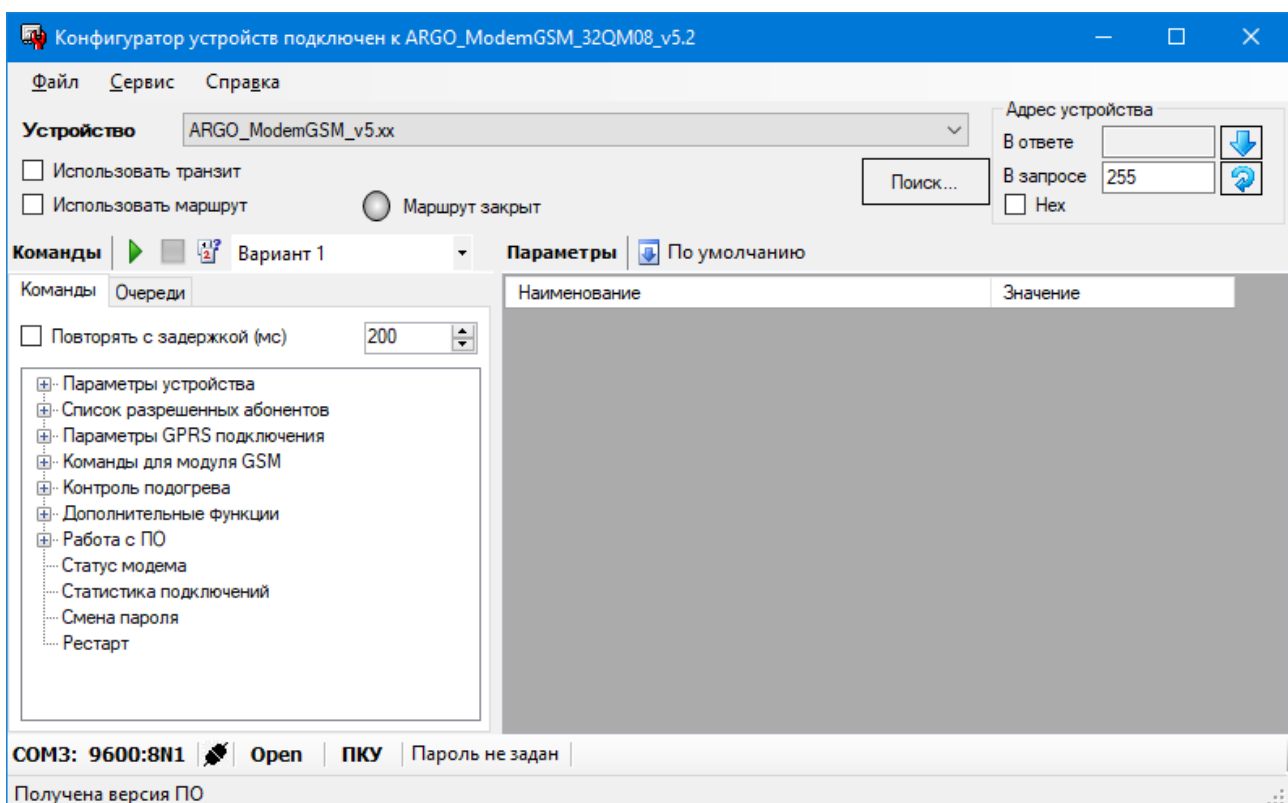

Рисунок 4 – главное окно программы после определения варианта исполнения модема
-в нижней строке окна программы появится сообщение «Получена версия ПО», см. рисунок 4;